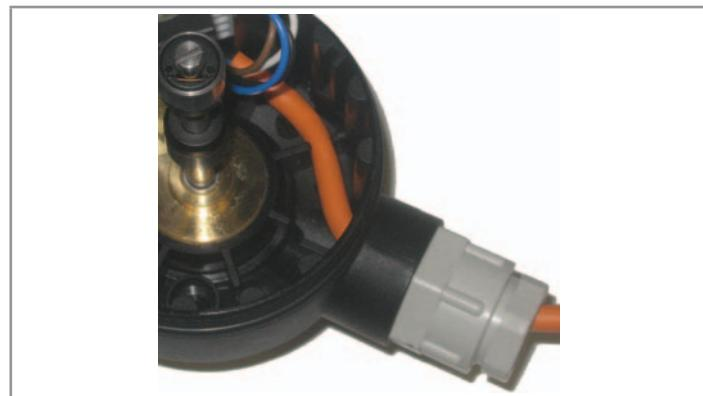

Bild 6: Endposition des Kabels
- Nach dem Anschluss des Geräts das Kabel sichern, damit es nicht die Beweglichkeit der Übertragungsachse stören kann: das Kabel in die dafür vorgesehenen Führungen am Gehäuseboden, wie in dem untenstehenden „Bild 6“ dargestellt, einsetzen: